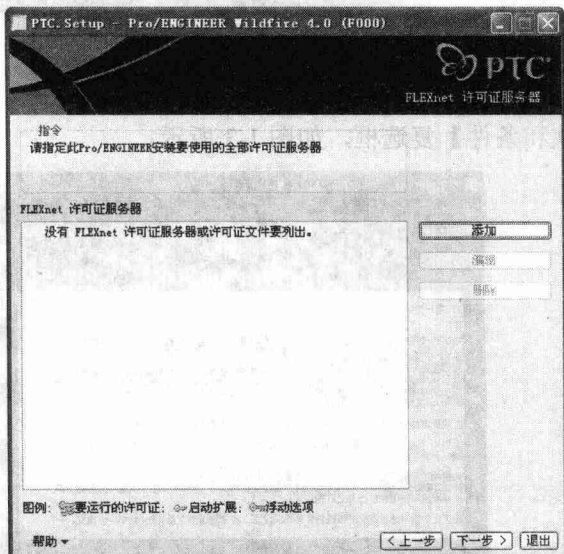

图 1-6 FLEXnet 许可证服务器界面 (一)
(5) 单击 **下一步 >** 按钮进入 FLEXnet 许可证服务器界面, 如图 1-6 所示。